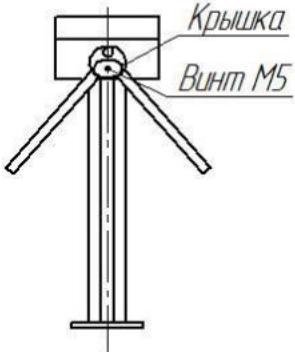
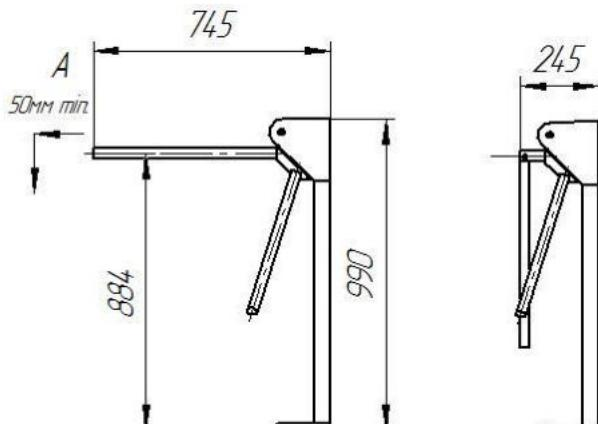

Рис. 1
рис. 2
6.4 Установите штанги. Для этого снимите крышку поворотного механизма, открутив винт M5 (рис.1). Закрепите штанги болтами M10, входящими в комплект штанг. Для перевода штанги «антипаника» в положение «проход открыт» оттяните штангу в направлении А (от турникета) на 50-80мм и поверните ее вниз (рис.2). Время открытия штанги «антипаника» составляет 1-3с. Закройте место крепления штанг крышкой.